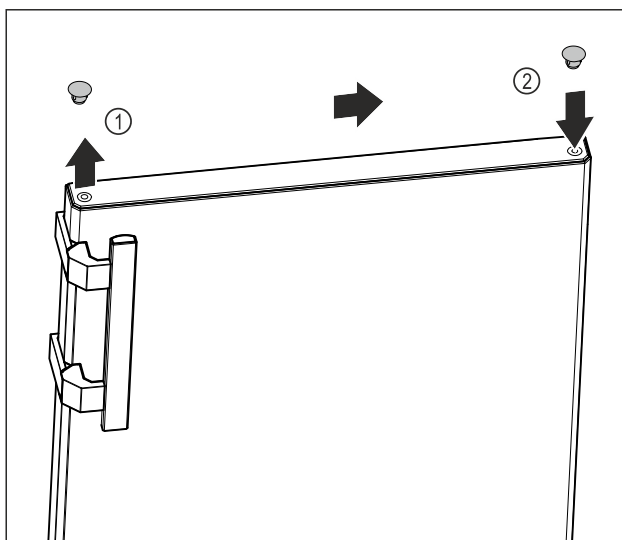

Fig. 14
- ▶ Pomocí plochého šroubováku opatrně zvedněte krycí zátku na horní straně dvířek Fig. 14 (1).
- ▶ Zasuňte krycí zátku na opačné straně. Fig. 14 (2)